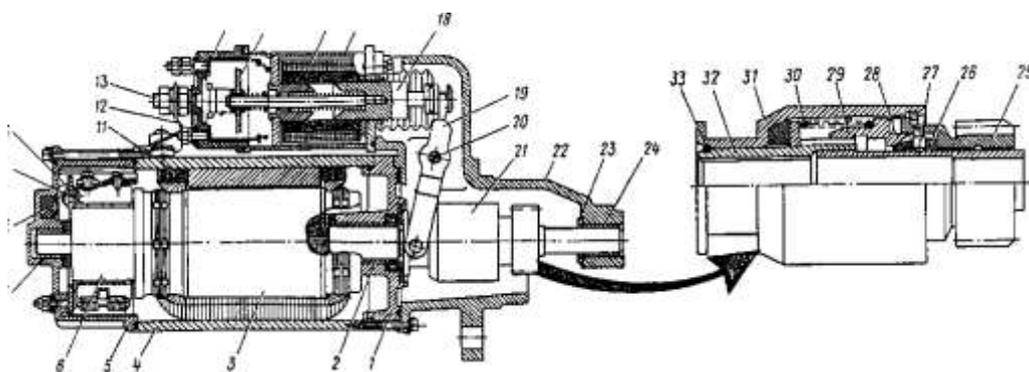

Рисунок 1. Стартер
**1. Укажите в отчете названия составных частей по следующей форме (рисунок 1):**